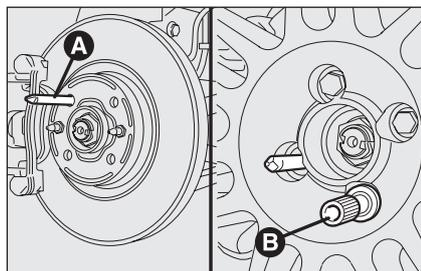

fig. 9
- avvitare il perno di centraggio **A**-fig. 9 in uno dei fori dei bulloni di fissaggio presenti sul mozzo ruota;